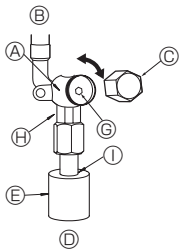

Fig. 4-5
(1) Côté gaz (Fig. 4-5)
- ① Retirez le bouchon, et tournez la tige de soupape à fond dans le sens antihoraire avec une clé hexagonale de 5 mm. Arrêtez de tourner quand elle frappe la retenue. (ø15,88: env. 13 tours)
- ② Vérifier que la vanne d'arrêt est complètement ouverte et tourner le capuchon pour le ramener sur sa position d'origine.